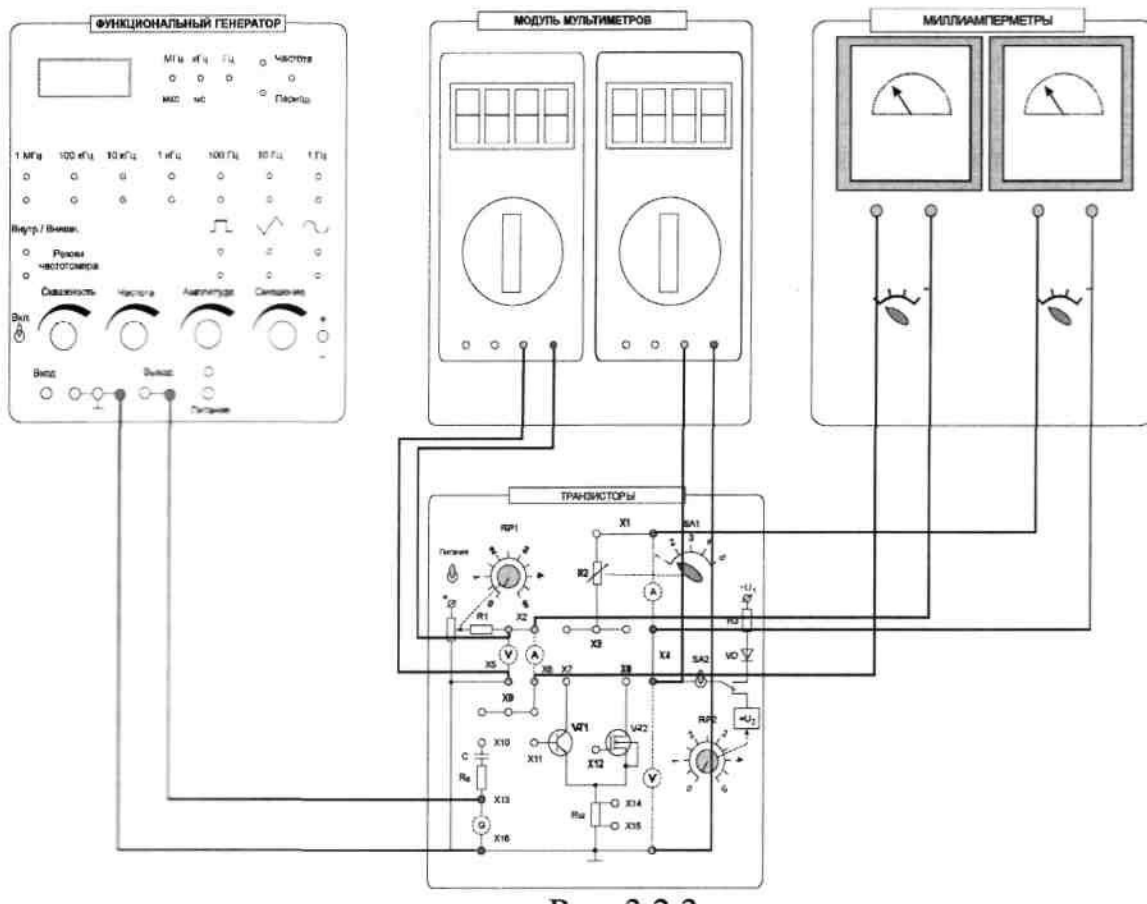

Рис. 3.2.3.
Основными характеристиками транзистора, включенного по схеме с общим эмиттером, являются статическая характеристика прямой передачи по току  $I_K = f(I_B)$  при  $U_K = \text{const}$ , статическая выходная характеристика  $I_K = f(U_{KЭ})$  при  $I_B = \text{const}$  (рис. 3.2.3), а также статическая входная характеристика  $I_B = f(U_{ба})$  при  $U_{KЭ} = \text{const}$ .
3.1 Ознакомиться с лабораторным модулем для исследования транзисторов. Собрать схему для снятия характеристик биполярного транзистора (рис. 3.2.3). Между гнездами X2 и X6 включить миллиамперметр и соединить перемычкой гнезда X9-X11. Между гнездами X1-X4 включить второй миллиамперметр модуля миллиамперметров. Соединить перемычкой гнезда X3-X7. Между гнездами X2-X5 и X4-X16 включить мультиметры в режиме измерения постоянного напряжения. Тумблер SA2 установить в нижнее положение.